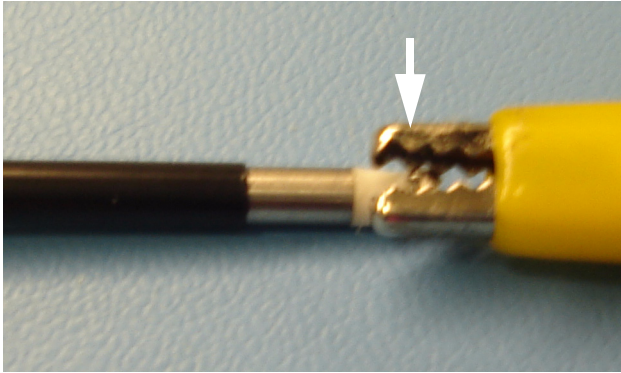

Abbildung 4
7. Verbinden Sie die Aktiv-Eingangselektrode des Testers für Elektrochirurgiegeräte mit dem aktiven Ausgang an der SERFAS Energy-Sonde (siehe Abbildung 4).